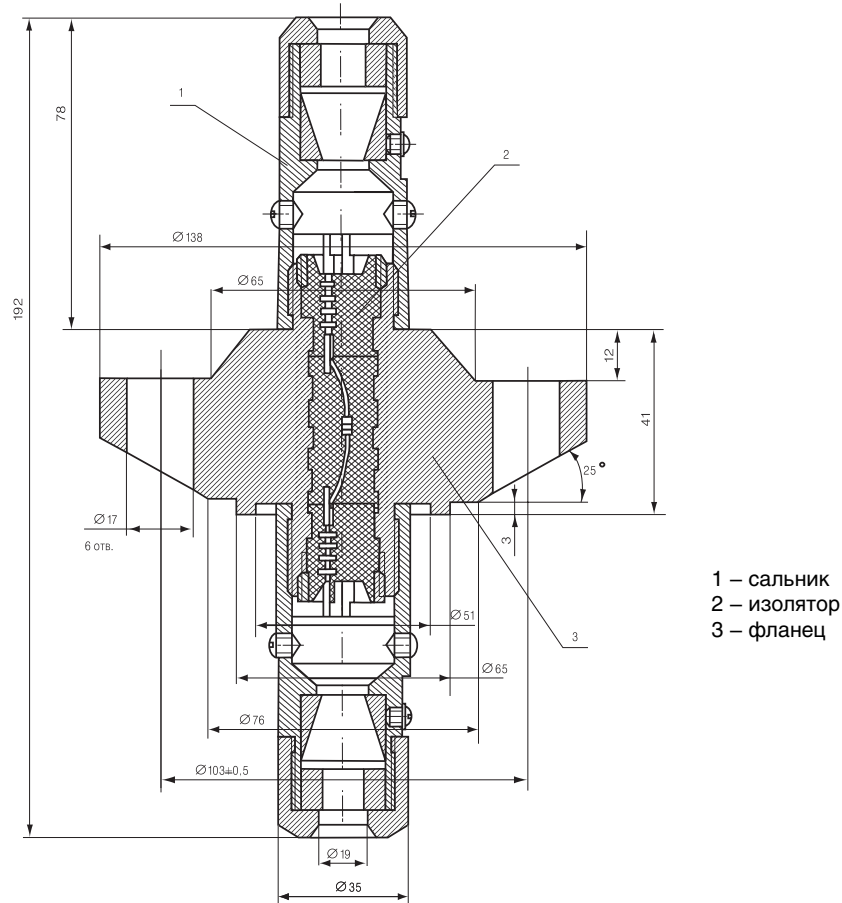

Рисунок 7
- Пайка жил кабелей должна производиться согласно схеме электрической соединений (рисунок 7) с применением бескислотного флюса.